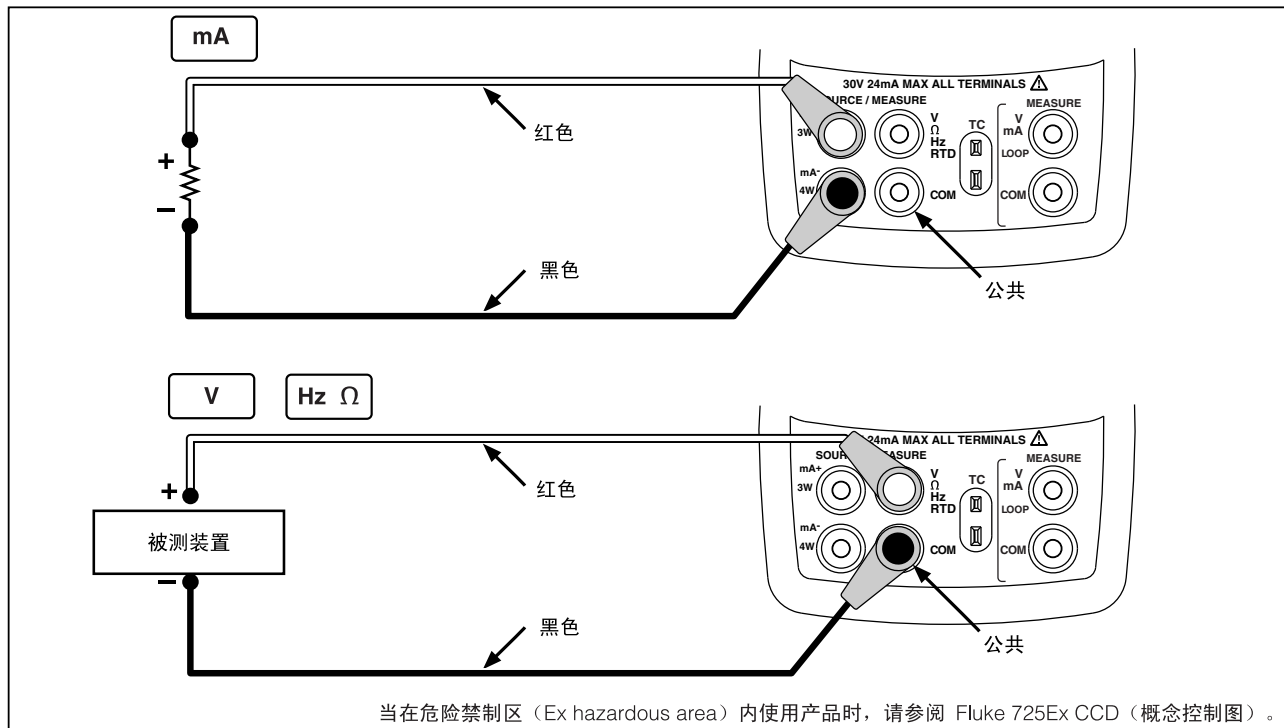

图 15. 电气输出连接
1. 根据所需的参数输出功能, 按图 15 所示连接好测试导线。